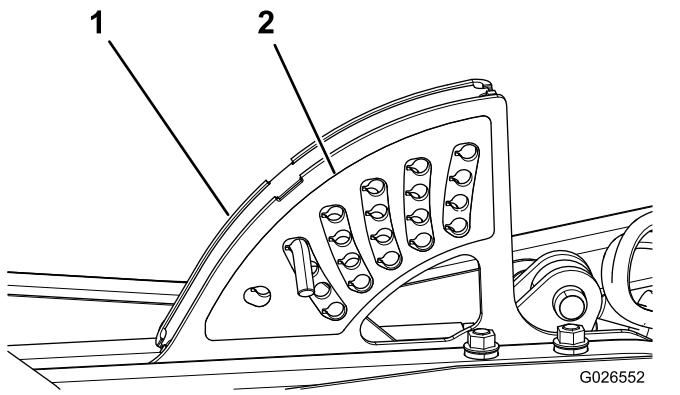

図5
1. トラクションユニットの刈高ブラケットに張り付けてある既存の刈高ステッカーをはがす 図5。